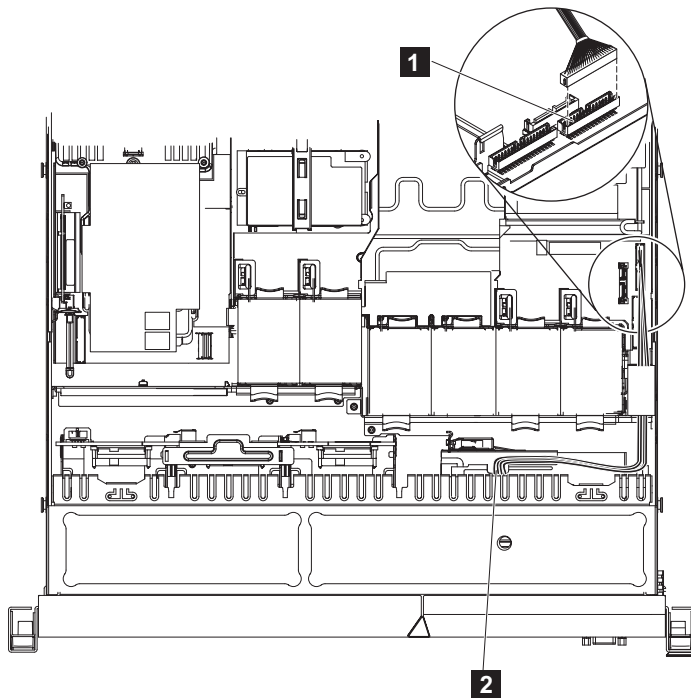

図 233. SAN ボリューム・コントローラー 2145-CG8 または 2145-CF8 オペレーター情報パネル・ケーブルの接続
2. 275 ページの図 233 に示すように、新しいケーブルをオペレーター情報パネルからノードの右側のビデオ/USB ケーブル・コネクタの上のコネクタに通します。
3. 図 233 に示すように、ノードの右側のビデオ/USB ケーブル・コネクタの上のコネクタにケーブルを接続します。